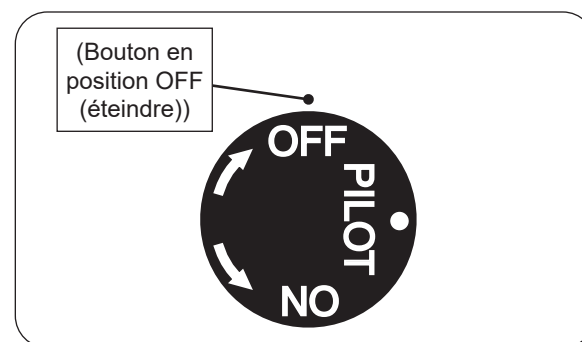

Fig. 53-2 Arrêt du pilote
2. Localisez la vanne sur le côté de l'unité. Pousser le gaz bouton de commande légèrement et tourner dans le sens des aiguilles d'une montre  sur **OFF** (éteindre) (voir Fig. 53-2).
Appuyez légèrement sur le bouton de contrôle et tournez-le dans le sens des aiguilles d'une montre  pour **OFF** (éteindre). Ne force pas. Voir Fig. 53-2.